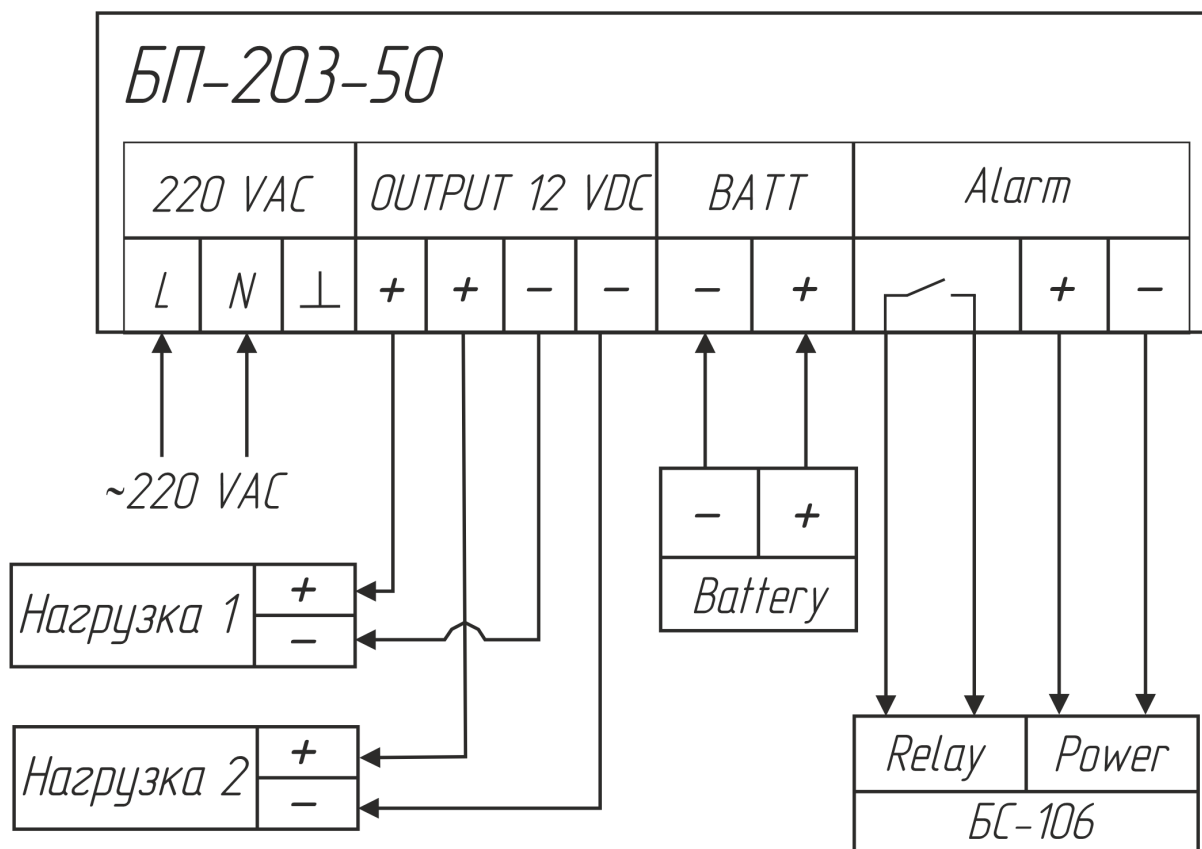

Рисунок 2 – Схема подключения изделия
1.3.2 На клеммы изделия подводится питание от резервных источников питания или АКБ, для обеспечения безотказной работы оборудования, подключенного к изделию, см. рисунок 2.